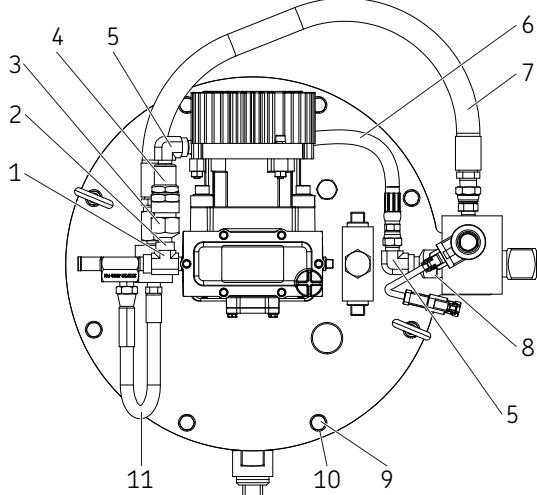

Fig. 4
Le pompe ne peut pas assurer une pression suffisante si le clapet de refoulement (4) est obstrué (→ Fig. 3 et Fig. 4, page 10).